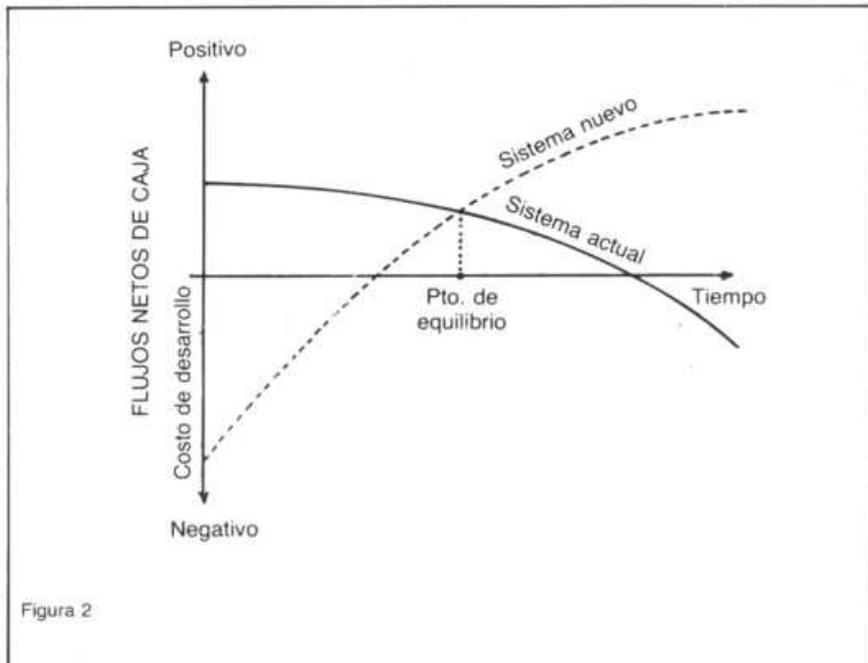

Figura 2
*Punto de equilibrio – se define como el momento en que los flujos de caja positivos del nuevo sistema se equiparan con los del sistema actual. La figura 2 ilustra el concepto de punto de equilibrio en el contexto de nuestro problema.